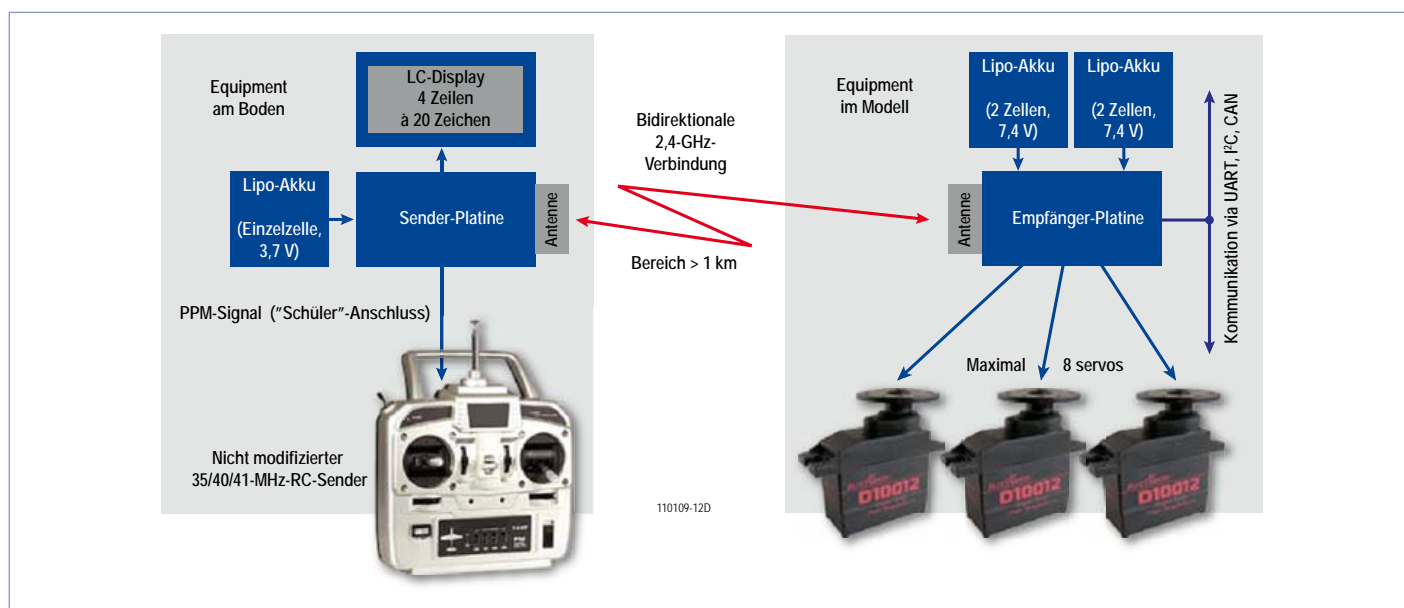

Bild 1. Aufbau des Systems.
**Bild 1** zeigt die Blockschaltung des Systems. Sender für Funkfernsteuerungen haben normalerweise eine Steckverbindung, an dem ein standardisiertes PPM-Signal (**P**ulse **P**osition **M**odulation) anliegt, das die Informationen der Kanäle enthält, die durch den Sender übertragen werden. Diese Steckverbindung dient auch häufig zum Training neuer Piloten oder zur Verbindung mit einem PC mit Flugsimulator-Software. In unserem Fall wird das Signal zu einem extra Gehäuse durchgeschleift, in dem sich ein 2,4-GHz-Sender befindet. Außer dem Sender befinden sich auch noch ein Akku und ein LCD im Gehäuse, sodass es sich dabei um ein recht autonomes Subsystem handelt. Durch diese Anordnung kann der Pilot mit seiner gewohnten Fernsteuerung problemlos ältere Modelle im 35/40/41-MHz-Band fliegen und trotzdem schnell und einfach auf 2,4 GHz umschalten.